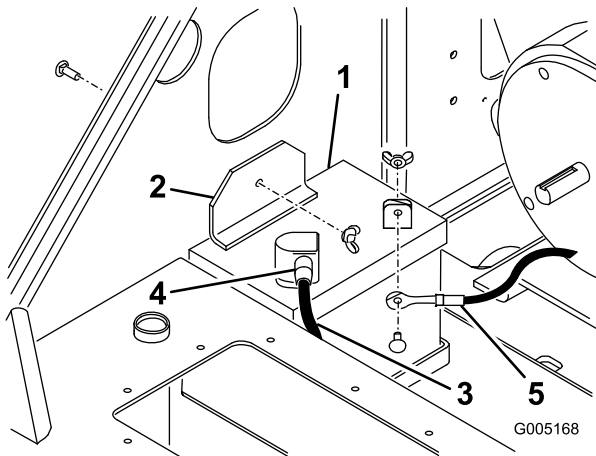

Figura 30
3. Retire la tuerca de orejeta y el perno que sujetan la abrazadera de la batería y la pletina (debajo de la abrazadera) y retire la abrazadera y la pletina (Figura 30).
8. Instale la batería en el chasis (Figura 30).
9. Sujete la batería en el chasis (Figura 30).
10. Usando el perno y la tuerca de orejeta suministrados con la batería, conecte el cable positivo (rojo) al borne positivo (+) de la batería (Figura 30). Deslice la cubierta de goma sobre el borne de la batería.
11. Usando el perno y la tuerca de orejeta suministrados con la batería, conecte el cable negativo (negro) al borne negativo (-) de la batería (Figura 30).